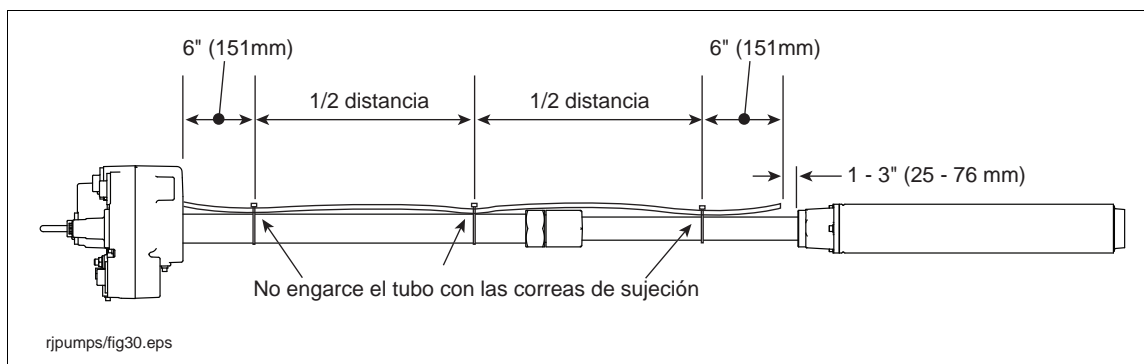

**Figura 12. Ubicación de la conexión de la tubería de retorno en el obturador**
7. Sujete el tubo de la tubería de retorno del sifón a la conexión afilada en la base del obturador y asegure con una abrazadera (vea Figura 12).